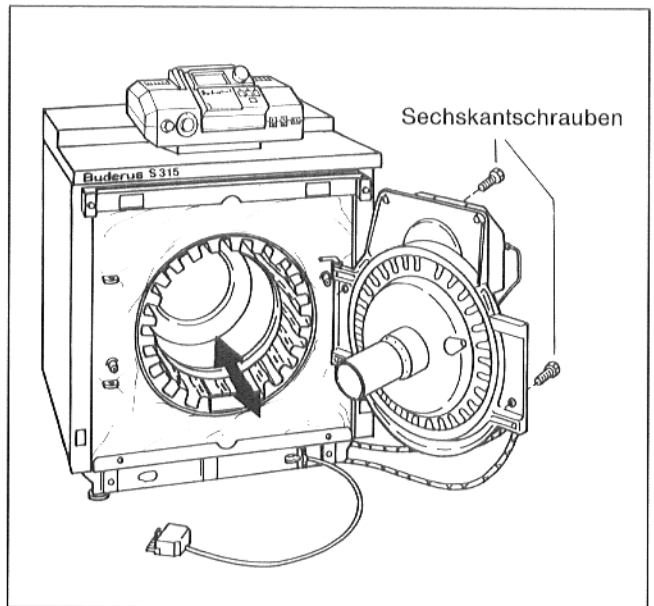

Abb. 23
- Flammtopf wieder so einsetzen, daß die Haltebügel-stege vorne, unten in den Vertiefungen der Heiz-flächen liegen. (Abb. 23)
- Brennertür mit Sechskantschrauben verschrauben – Anzugsmoment ca. 10 max. 15 Nm (Abb. 23).
- Brennertür öffnen und Flammtopf aus dem Brennraum entnehmen (Abb. 23).
- Sechskantschrauben aus der Brennertür herausdrehen (Abb. 23).
- Flammtopf wieder so einsetzen, daß die Haltebügelstege vorne, unten in den Vertiefungen der Heizflächen liegen (Pfeil – Abb. 23).
- Brennertür wieder schließen und mit Sechskantschrauben verschrauben – Anzugsmoment ca. 10 max. 15 Nm (Abb. 23).